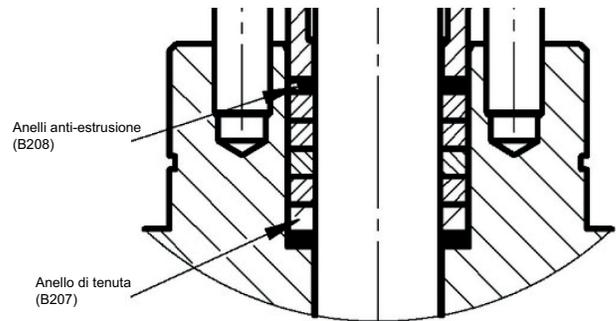

Figura 15 - Disposizione del premistoppa
- Per la disposizione del premistoppa fare riferimento alla Figura 15.
- Il numero di anelli di tenuta forniti varierà in base alle dimensioni della valvola, ma saranno sempre forniti almeno due anelli anti-estrusione e devono essere disposti secondo la Figura 15.